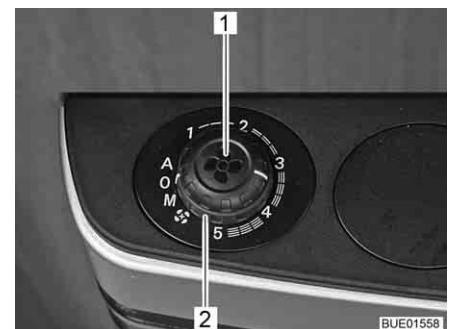

Bild 136 Drehknopf und Drehschalter für Gebläsesteuerung
- Gewünschte Betriebsart am Drehschalter (Bild 136,2) einstellen.
- Drehschalter (Bild 136,2) auf "0" stellen.